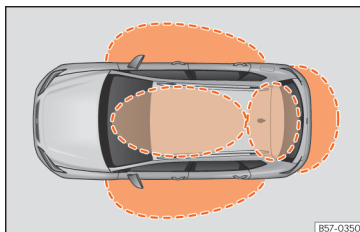
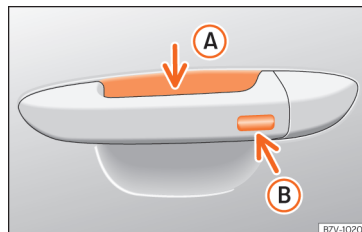

Fig. 80 Keyless Access: zonas de proximidade.
Fig. 81 Manípulo da porta: superfícies sensoras
» » Fig. 81
O Keyless Access é um sistema de fecho e arranque sem chave com o qual se pode destrancar e trancar o veículo sem utilizar ativamente a chave do mesmo. Para isso, só é necessário que exista uma chave do veículo válida na zona de deteção correspondente à tentativa de acesso ao veículo » » Fig. 80 e tocar numa das superfícies sensoras dos manípulos das portas » » Fig. 81 ou acionar o softtouch/pega da porta da bagageira » » Página 113 » » ❶.
Se detetar uma chave válida numa das zonas próximas »» **Fig. 80**, o sistema de fecho e arranque sem chave Keyless Access atribui à referida chave direitos de acesso quando se toca numa das superfícies sensoras dos manípulos das portas ou se aciona o *soft-touch*/pega situado na porta da bagageira.
- Empurre o manípulo de uma das portas dianteiras. Ao fazê-lo, toca-se na superfície sensora »» **Fig. 81 (A)** (seta) do manípulo e destranca-se o veículo.
- Toque *uma vez* na superfície sensora de bloqueio »» **Fig. 81 (B)** (seta) do manípulo de uma das portas dianteiras. A porta cujo manípulo se aciona deverá estar fechada.
» **Fig. 81 B** [seta] do manípulo de uma das portas dianteiras. O veículo é trancado com o sistema de segurança «Safe» » **Página 108**. A porta cujo manípulo se aciona deverá estar fechada.
» **Fig. 81 B** [seta] do manípulo de uma das portas dianteiras para trancar o veículo sem ativar o sistema de segurança «Safe» » **Página 108**.
Quando o veículo está trancado, a porta da bagageira destranca-se ao abri-lo se numa zona próxima » **Fig. 80** se encontrar uma chave do veículo válida.
• Pressione o botão de fecho  do comando à distância e toque uma vez, dentro dos 5 segundos seguintes, na superfície sensora de bloqueio do manípulo da porta do condutor » **Fig. 81 B**. Não agarre o manípulo da porta, caso contrário o veículo não trancará. Também é possível levar a cabo a desativação se se bloquear o veículo através do fecho da porta do condutor.
Para **fechar com a função de conforto** todas as janelas elétricas e o teto de vidro, mantenha um dedo durante uns segundos sobre a superfície sensora de bloqueio » **Fig. 81 B** [seta] do manípulo da porta até que as janelas e o teto se tenham fechado. »
As superfícies sensoras dos manípulos das portas poderiam ativar-se ao receber um jato de água ou de vapor a grande pressão, caso existisse alguma chave do veículo válida na zona próxima. Se, pelo menos, uma das janelas com acionamento elétrico estiver aberta e se se ativar a superfície sensora »» **Fig. 81**  (seta) de um dos manípulos de forma permanente, fechar-se-ão todas as janelas.